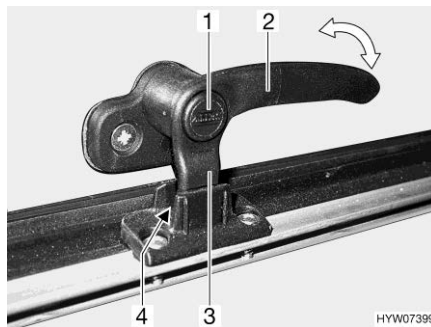
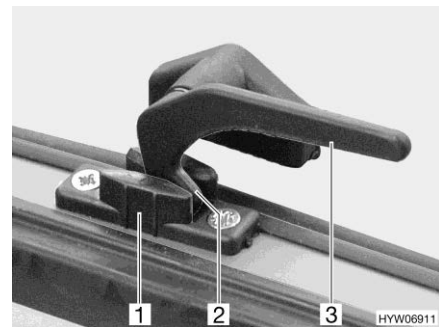

Bild 121 Låsarm med låsknapp i läget "kontinuerlig vädring"
Bild 122 Låsarm i läget "kontinuerlig vädring"
- I läget "kontinuerlig vädring" (Bild 121 och Bild 122)
- Tryck på låsknappen (Bild 121,1) om sådan finns och håll den nedtryckt.
- Vrid alla låsarmar (Bild 121,2 eller Bild 122,3) ett kvarts varv mot luckans mitt.
- Vrid tillbaka alla låsarmar. Därvid måste låsspaken (Bild 121,3 eller Bild 122,2) föras in i spåret på lucklåset (Bild 121,4 eller Bild 122,1).